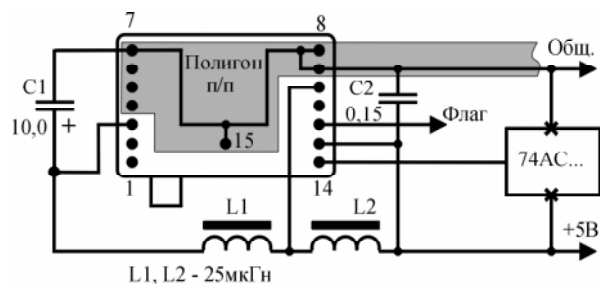
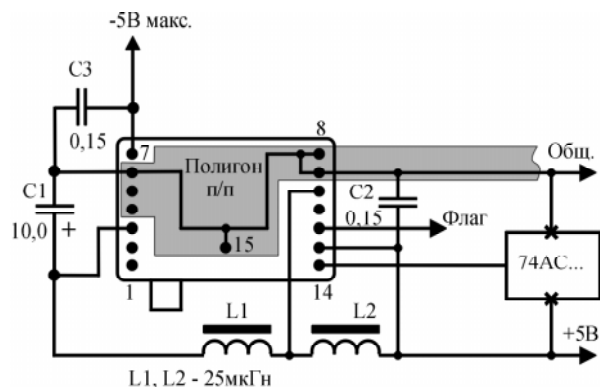

Рис. 2. Рекомендуемая схема включения модуля (напряжение смещения 0В).
Рис. 3. Схема подачи дополнительного напряжения смещения на фотодиод.
(1) Значение максимальной и минимальной детектируемой мощности соответствует вероятности ошибки приема информации 10^{-9} .
(2) При приеме сигналов со скоростью более 8,448 Мбит/с, для обеспечения максимальной детектируемой мощности минус 3 дБм, рекомендуется подавать напряжение – 5В на вывод 7 “смещение фотодиода” (см. рис. 3).
Примечание: общий провод печатной платы («полигон» на рис.2 и рис.3) должен подключаться только со стороны выводов 7 и 8 ПРОМ.